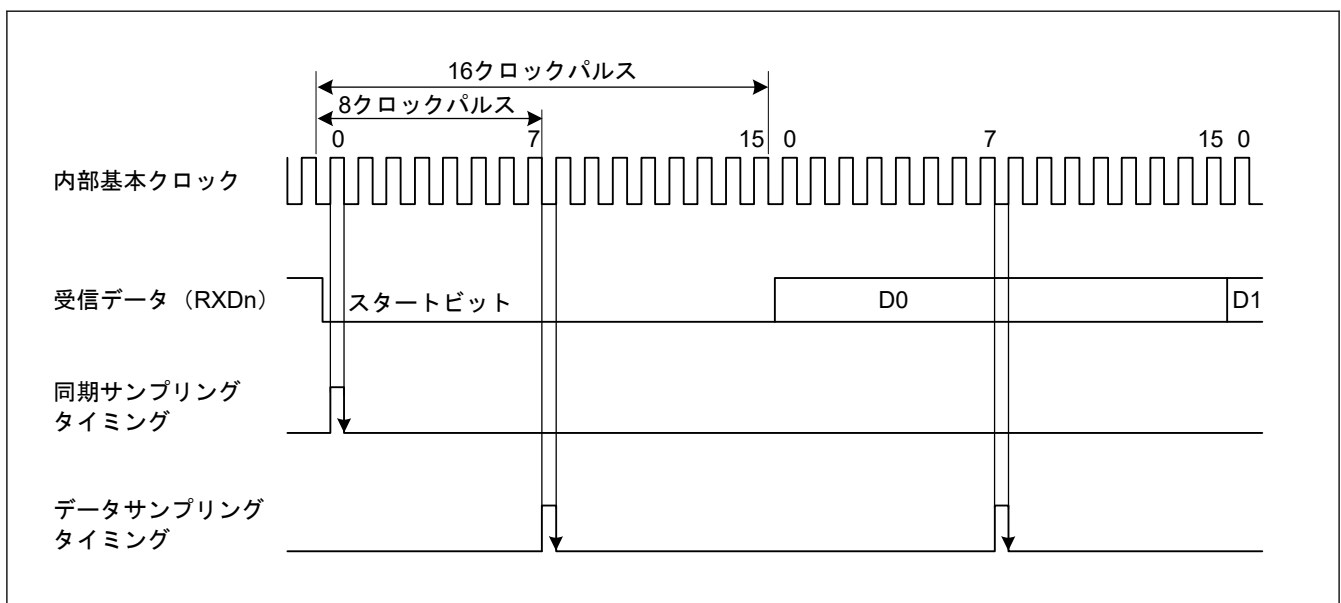

図 27.7 調歩同期式モードでの受信データサンプリングタイミング
また、図 27.7 に示すように、受信データは基本クロックの 8 パルス目(注1)の立ち上がりエッジでサンプリングされるため、各ビット (サンプリング時間を調整しない場合 (SPTR.ASEN = 0)) の途中でデータが取り込まれます。調歩同期式モードでの受信マージンは以下の式 (1) のように表すことができます。
スタートビットの決定条件は、Low 状態がビットの中間点より後ろまで続くことです。サンプリングタイミングと同様です。図 27.7 では、スタートビットを検出するためには Low 状態が 8 サイクルより長く続く必要があります。Low 状態が 8 サイクルより長く続かなかった場合は、IP はこれをノイズと判断します。したがって IP はスタートビットの受信待機をしません。